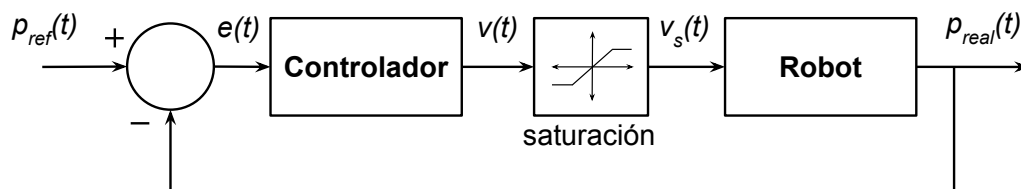

Figura 1: Diagrama de control en lazo cerrado con saturación en actuación.
Como vimos en el laboratorio anterior, sin realimentación de la odometría los movimientos pueden ser inciertos al usar control en lazo abierto (sobre todo los giros). Esta vez, deberán programar movimientos de mayor precisión usando controladores en lazo cerrado, como el que se muestra en la figura 1.
Para diseñar el controlador, nos basaremos en modelos del tipo P y PI y buscaremos los parámetros que mejor se ajusten a cada problema. Para ello, cada controlador será instanciado como un nodo de ROS, cuya implementación será provista por la biblioteca *PID* [1]. Para el caso de las señales a controlar ($P_{real}(t)$ en la figura 1), definiremos las variables *distancia* y *ángulo objetivo*, las cuales deberán seguir nuestra señal de referencia ($P_{ref}(t)$ en la figura 1).
en la figura 1. Para ello, utilice los parámetros `lower_limit` y `upper_limit` del nodo *controller* [1].
- Programar una función **desplazamiento_controlado(dist)**, que reciba como argumento la distancia a la que el robot debe avanzar en línea recta, y realizar el desplazamiento utilizando un controlador en lazo cerrado. Establezca una velocidad máxima de desplazamiento de 0.3 [m/s] a través de una función de saturación como la esquematizada en la figura 1. Para ello, utilice los parámetros `lower_limit` y `upper_limit` del nodo *controller* [1].